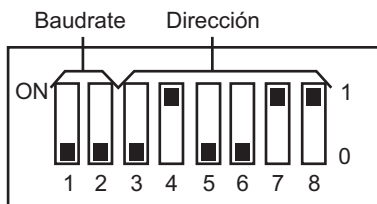

Figura 10: Configuración del Baudrate y dirección para DeviceNet
- 2) Seleccione la tasa de transmisión (Baudrate) a través de las llaves DIP existentes en la tarjeta electrónica (figura 10);